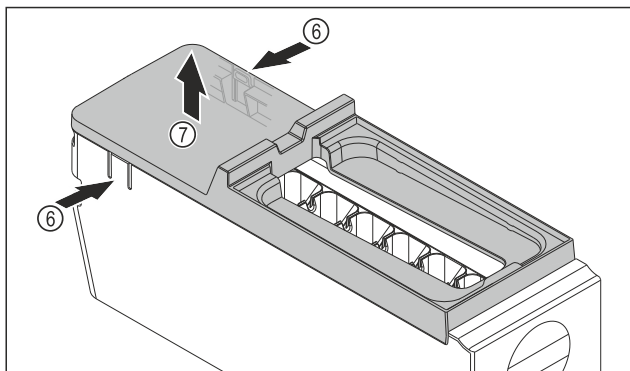

Fig. 122
- Зняти кришку з корпусу EasyTwist-Ice: натиснути однією рукою на накладки Fig. 122 (6) з обох боків корпусу EasyTwist-Ice.
- Зняти кришку Fig. 122 (7), потягнувши її вгору іншою рукою.